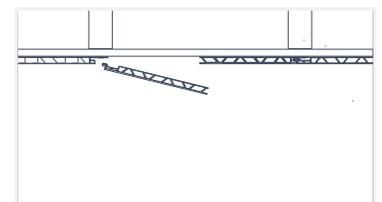

Fig. 31
3. Le côté languette du panneau doit glisser facilement hors du panneau adjacent (Fig. 31).